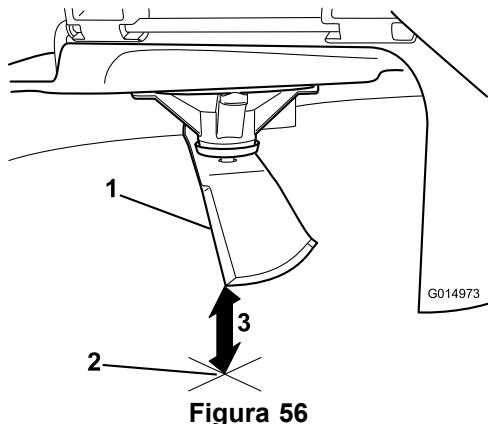

**Figura 55**
3. Distância medida entre a lâmina e a superfície (A)
4. Rode a mesma lâmina 180 graus para que a extremidade de corte oposta esteja agora na mesma posição (Figura 55).